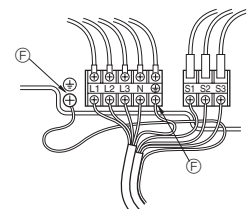

Fig. 6-2
### 6.1. Außenanlage (Fig. 6-1, Fig. 6-2)
- 2 Die Kabel gemäß der Fig. 6-1 und der Fig. 6-2 verdrahten.